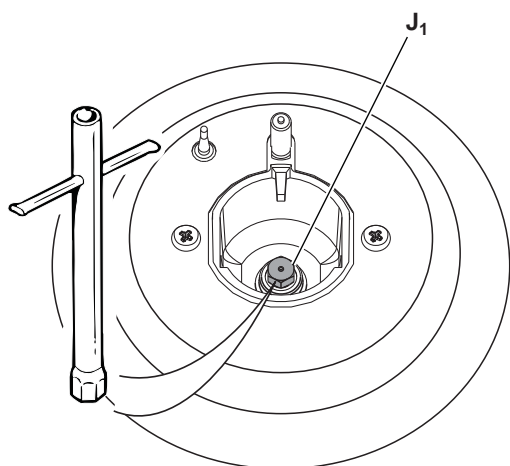

Fig. 2.11
- En vous servant d'une clef, remplacez les busettes "J₁", "J₂", "J₃" et "J₄" (fig. 2.11, 2.12, 2.13) avec celles les plus appropriées pour le type de gaz à utiliser.